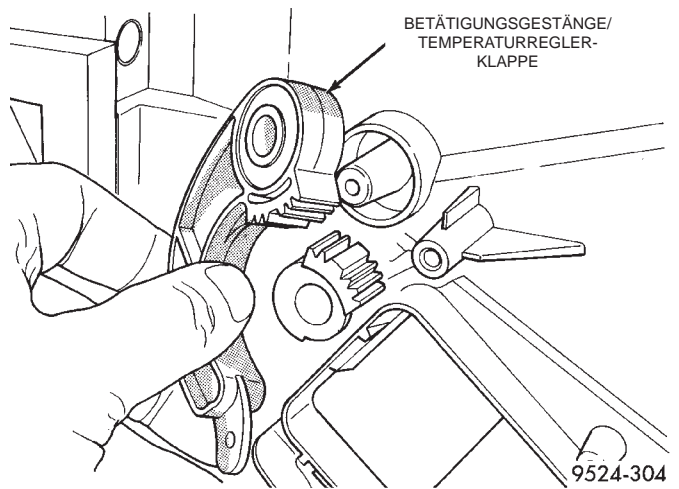

Abb. 97 Betätigungsgestänge der Temperaturreglerklappe abbauen
(27) Gestänge der Temperaturreglerklappe abbauen (Abb. 97).